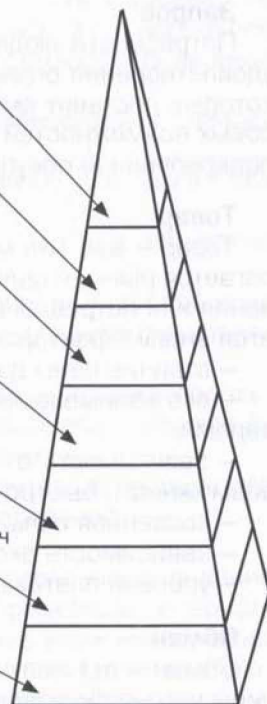

Рис. 198. Иерархические ценности, по А. Маслоу
- потребности в самовыражении (самоактуализации) (рис. 198).